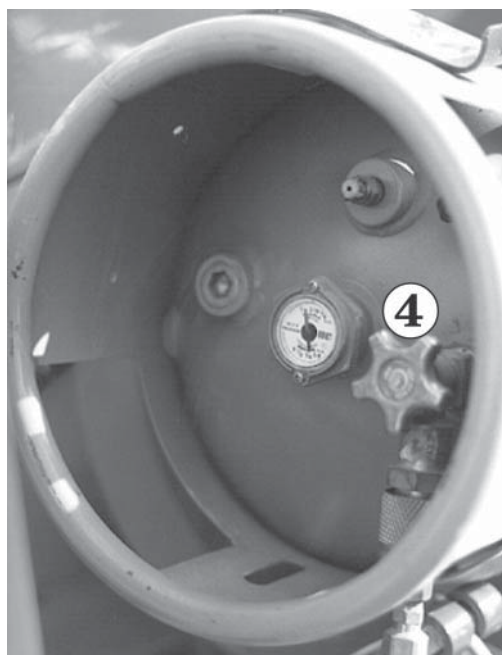

Abb. 8.12
4. Für Flüssiggasbetrieb: Öffnen Sie das Ventil ④ (siehe Abb. 8.12) an der Oberseite des Flüssiggasbehälters vollständig (gegen den Uhrzeigersinn bis zum Anschlag aufdrehen).